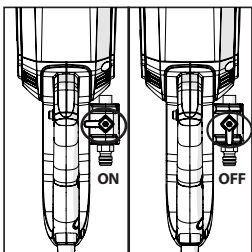

Rys. 6a &amp; b
- Nałożyć przyłącze węża **(rys. 6a)** na adapter węża zaworu wody **(rys. 6b)**, słyszalne będzie kliknięcie potwierdzające, że przyłącze jest bezpiecznie przymocowane.